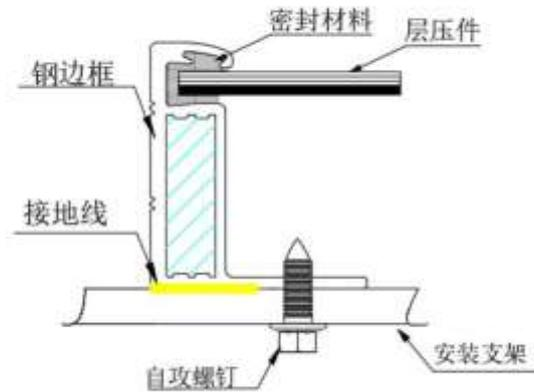

图 11-2 ST 4.8 盘头自攻螺钉接地示意图
- 日升接地孔设计在光伏组件金属边框的 C 面，直径为 4mm，使用单独的接地线和相关配件连接太阳能光伏组件的边框并将接地线连接到大地，铝边框建议使用常规 M4×12mm 的接地螺栓并配套有 M4 的螺母，星型垫圈及平垫圈，高强度合金钢边框建议使用 M5 盘头螺钉或 ST 4.8 盘头自攻螺钉，如图 11-2 所示，这样能确保组件被牢靠接地。您可以在日升组件产品手册上找到相应的产品图纸，来了解详细的产品接地孔数量，尺寸和位置，接地固定应用扭力矩为 $4\text{N}\cdot\text{m} - 8\text{N}\cdot\text{m}$ 。